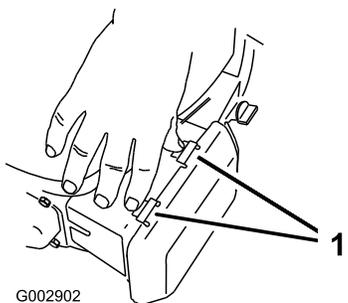

Figure 32
1. Appuyez sur les languettes de verrouillage en haut du couvercle du filtre à air (Figure 32).